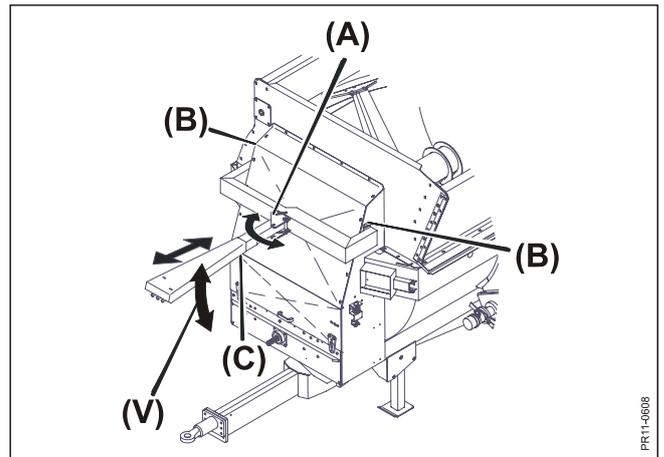

Fig. 4.6
- Fig. 4.6** El panel de control se puede girar en 90, manejando el eje (A). Suelte los 4 pernos (B) para ajustar el ngulo (V).